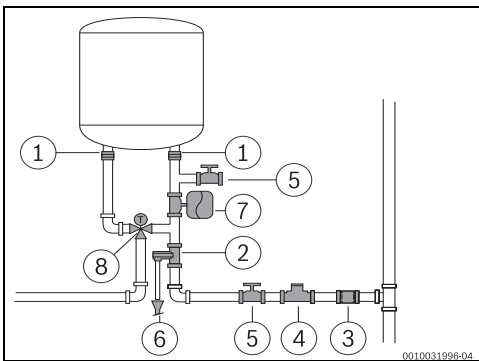

fig. 10
- ▶ Rekomandohet instalimi i një valvule termostatike (Fig. 10, [8]) në tubin e daljes së pajisjes nëse përdoren tuba PEX. Ky duhet rregulluar për të përkuar me rendimentin e materialit të përdorur.
- ▶ Asnjëherë mos instaloni asnjë aksesor (përveç atyre të treguar në Fig. 10) midis valvulës së çlirimit të presionit dhe hyrjes së ujit të ftohtë (në anën e djathtë) të pajisjes.
- ▶ instaloni një reduktues presioni (Fig. 10, [4]). Valvula e çlirimit të presionit do të aktivizohet sa herë që presioni në pajisje është mbi 8 bar ( $\pm 1$  bar), për të cilën arsye është e nevojshme të planifikohet një mënyrë për shkarkimin e këtij uji.
- ▶ instaloni një enë zgjerimi (Fig. 10, [7]) për të ndaluar hapjen e shpeshtë të valvulës së çlirimit të presionit. Ena e zgjerimit të volumit duhet të jetë e barasvlershme me 5% të volumit të pajisjes.